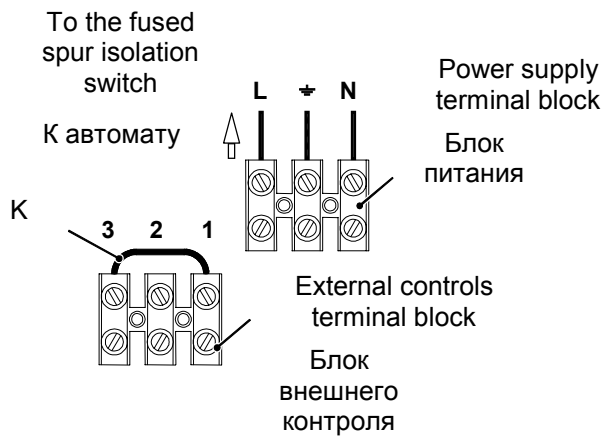

Fig. 5.14
5 Connect the electrical supply flexible cord coming from the fused spur isolation switch to the power supply terminal block of the boiler (Fig. 5.14) keeping the same connections for the live (brown wire) and the neutral (blue wire). External 3 A fuse or fused plug with same current rating is recommended.
5 Подключите кабель питания, идущий от автомата к блоку питания котла (Рис. 5.14) сохраняя правильную фазность: фаза (коричневый провод), ноль (синий провод). Рекомендуется установка внешнего 3А предохранителя или автомата с аналогичными характеристиками.
**When connecting any type of external control, the jumper K in Fig. 5.14 must be removed.**